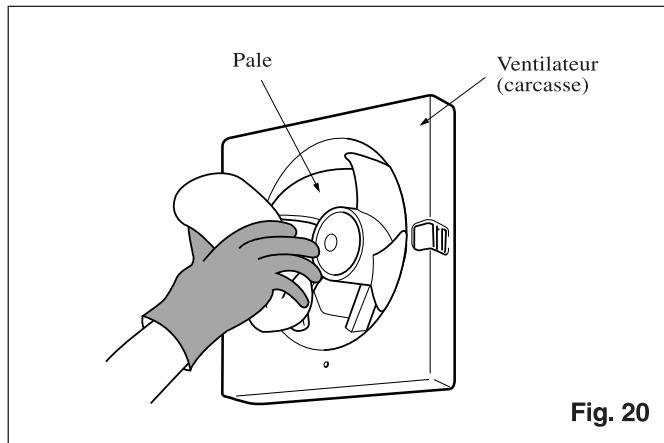

Fig. 20
4. A l'aide d'un chiffon imbibé de détergent ménager non abrasif, nettoyer les pales du ventilateur et la carcasse. Essuyer ensuite avec un chiffon propre (voir Fig. 20).